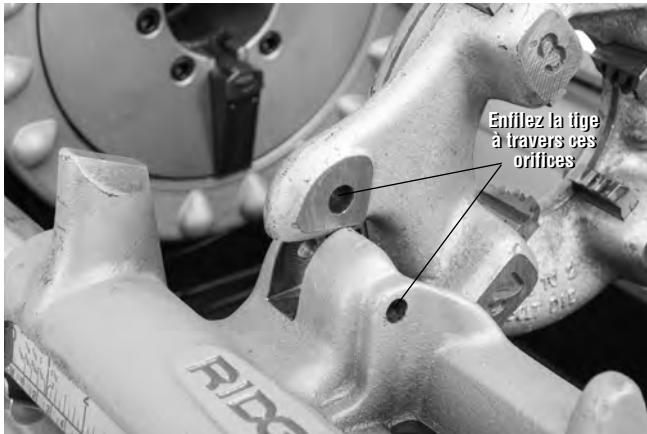

Figure 26 – Fixation de la tête de filière à gauche
3. Enfoncez une tige $\varnothing \frac{5}{16}$ " de 2 pouces de long à travers l'orifice du bâti du chariot, puis celui de la tête de filière à gauche (Figure 26).